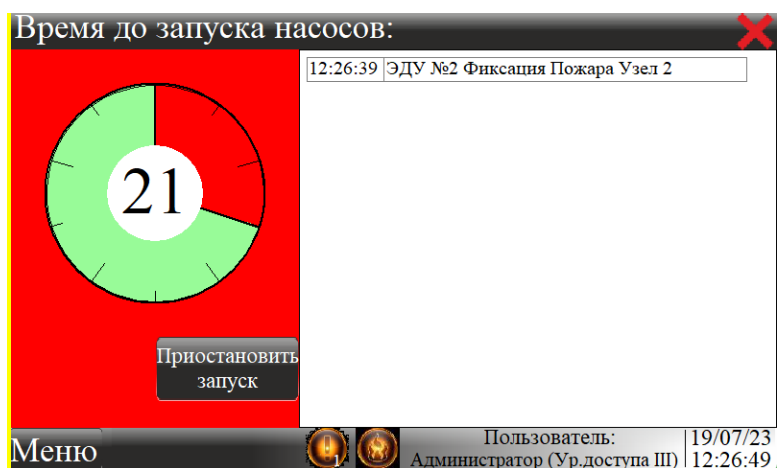

Рисунок 14 – Окно пуска
8.11 При поступлении сигнала «Пуск» откроется окно пуска – рисунок 14, в котором будет происходить обратный отсчёт времени до запуска.